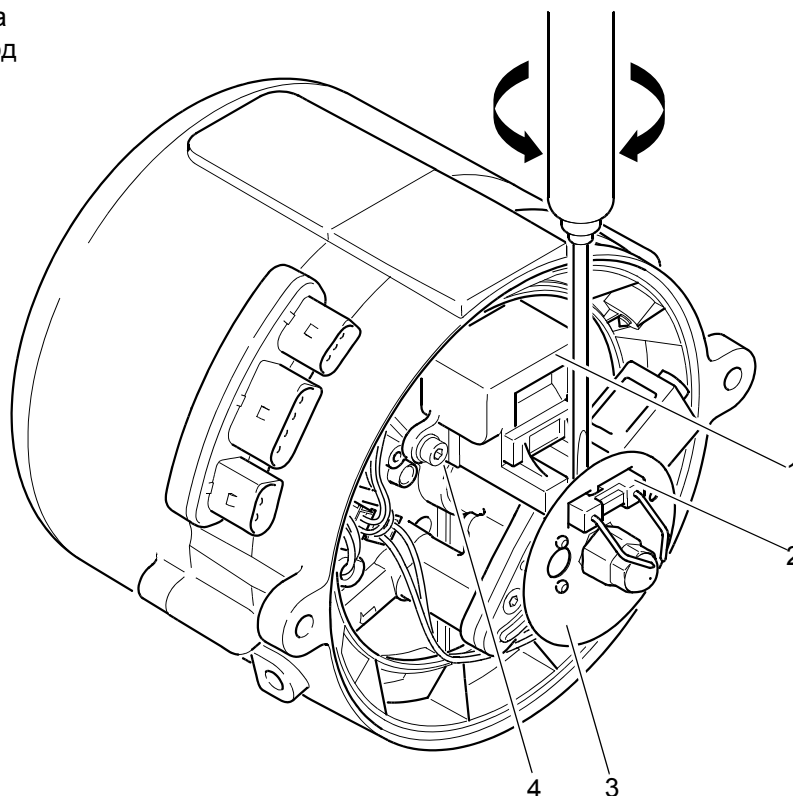
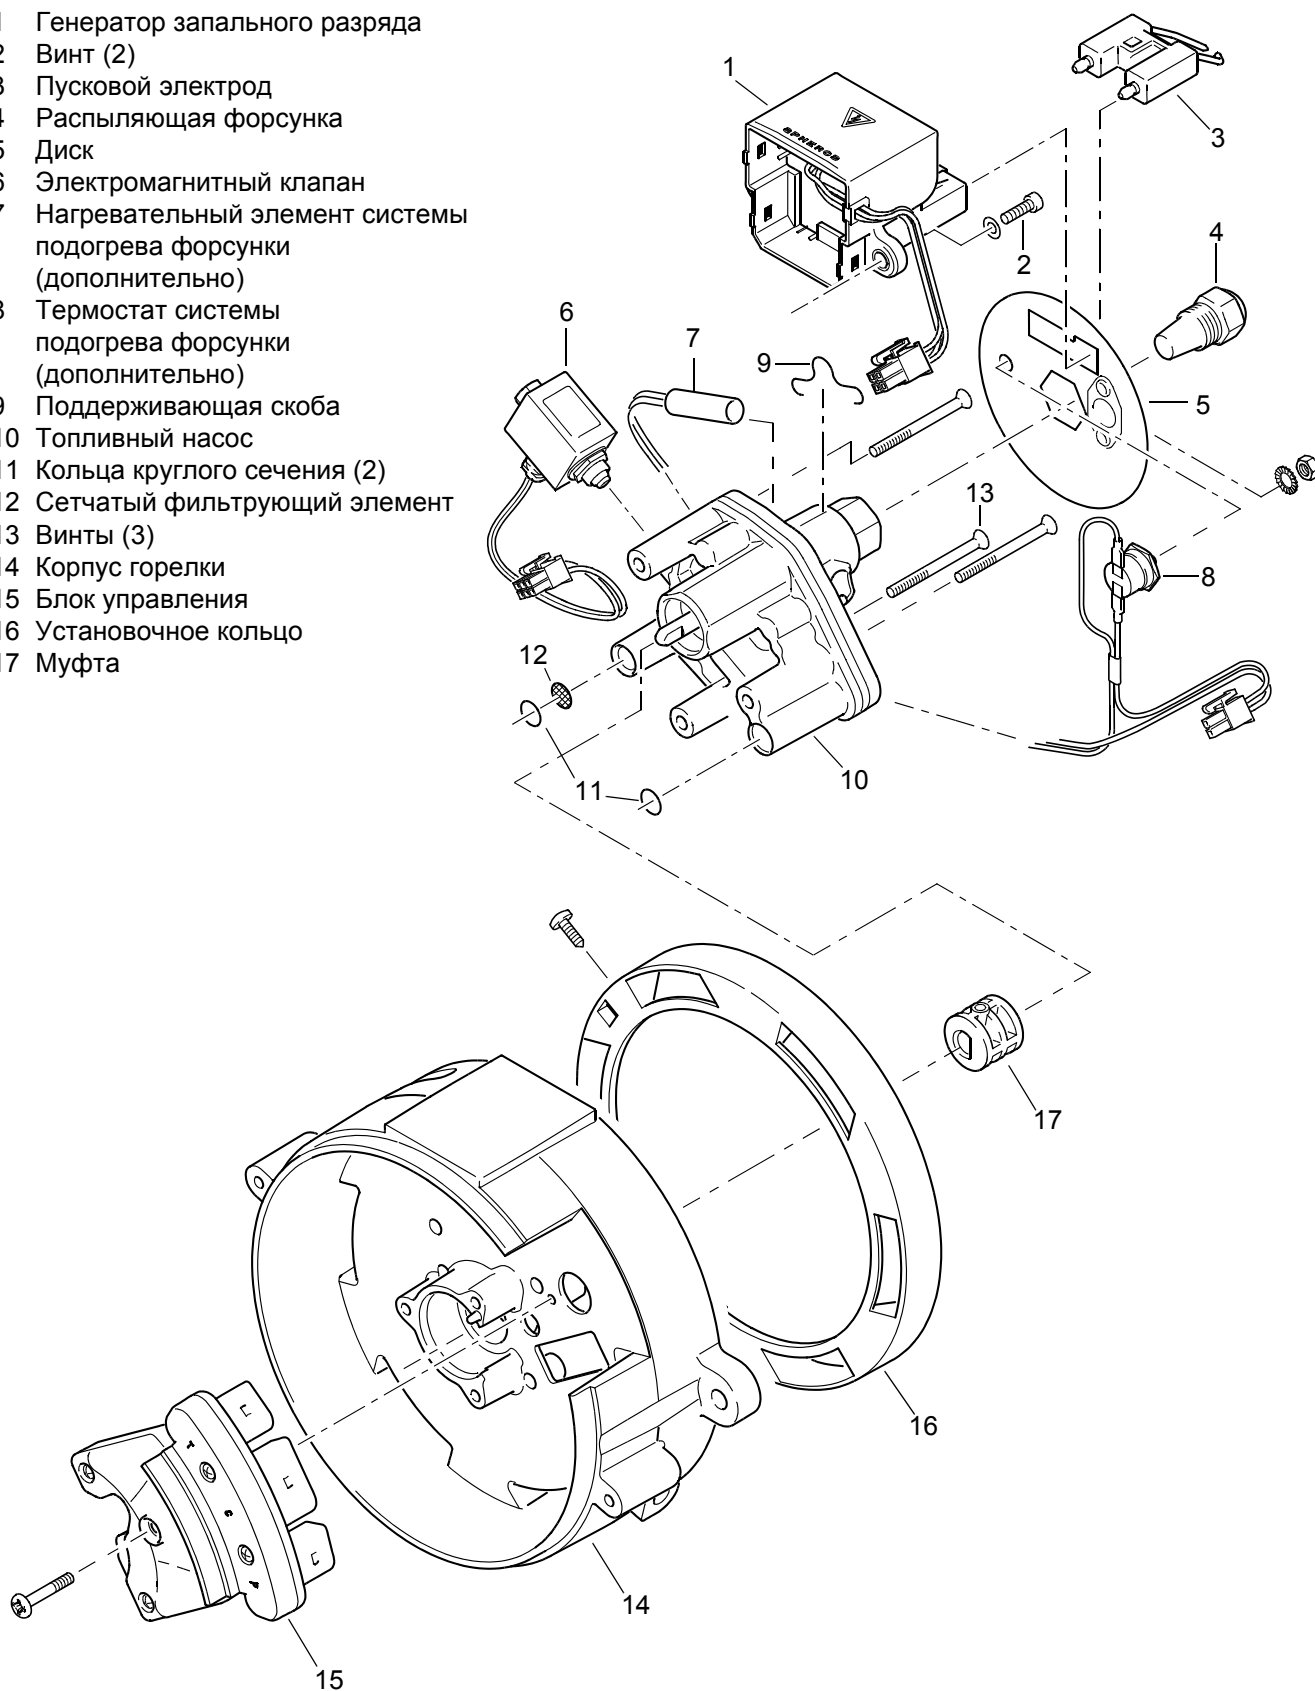

Рис. 804 Демонтаж генератора запального разряда / запального электрода
Рис. 805 Демонтаж и установка компонентов
2. Отсоединить запальный электрод (2, Рис. 804) от генератора запального разряда отверткой, повернув сбоку, и удалить.
3. Удалить диск (3).
4. Удалить винты (4) со стопорными шайбами.
5. Стянуть и удалить генератор запального разряда (1).
1. Установить генератор запального разряда (1, Рис. 804) в положение установки, вставить в соответствии с соединением и закрепить винтами (4).
2. Затянуть винты (4) с усилием 5 Нм +1 Нм.
3. Вставить диск (5) на трубку сопла топливного насоса (9, Рис. 805) и выровнять относительно датчика пламени в блоке управления (14, Рис. 805) и генератора запального разряда.
4. Вставить запальный электрод (2, рис. 804).
2. Отсоединить запальный электрод (2, Рис. 804) от генератора запального разряда отверткой, повернув сбоку, и удалить. (см. Рис. 804)
4. Отсоединить штекер электромагнитного клапана (6, Рис. 805) и дополнительную систему подогрева форсунки (7) от блока управления (15).
5. Удалить винты (13).
6. Вытянуть и удалить топливный насос (10) с электромагнитным клапаном (6).
7. При необходимости снять систему подогрева форсунки (7). Для этого удалить поддерживающую скобу (9) с трубки сопла соответствующим инструментом.
8. При необходимости снять электромагнитный клапан (6) с топливного насоса (10) (см. 8.9).
1. При необходимости установить электромагнитный клапан (6, Рис. 805) на топливном насосе (10). (см. 8.9)
2. Отсоединить запальный электрод (2, Рис. 804) от генератора запального разряда отверткой, повернув сбоку, и удалить (см. Рис. 804).
3. Удалить диск (5, Рис. 805).
4. Отсоединить штекер электромагнитного клапана (6) от блока управления (15).
5. Отсоединить шестигранник SW 16 (6, Рис. 806) электромагнитного клапана (6, Рис. 805) соответствующим инструментом от топливного насоса (10) и отвинтить электромагнитный клапан (6).
2. При необходимости установить электромагнитный клапан (6, Рис. 805) на топливном насосе (10).
4. Подсоединить штекер электромагнитного клапана (6, Рис. 805) к блоку управления (15).
5. Вставить диск (5) на трубку сопла топливного насоса и выровнять относительно датчика пламени в блоке управления (15) и генератора запального разряда (1).
6. Вставить запальный электрод (3).
1. Винтить распыляющую форсунку (4, Рис. 805) и затянуть с усилием  $20 \text{ Нм} \pm 2 \text{ Нм}$ . Если используется ключ для форсунок, то шестигранник трубки сопла топливного насоса (10) следует придерживать соответствующим инструментом.
2. Вставить диск (5) на трубку сопла топливного насоса и выровнять относительно датчика пламени в блоке управления (15) и генератора запального разряда (1).
3. Вставить запальный электрод (3).